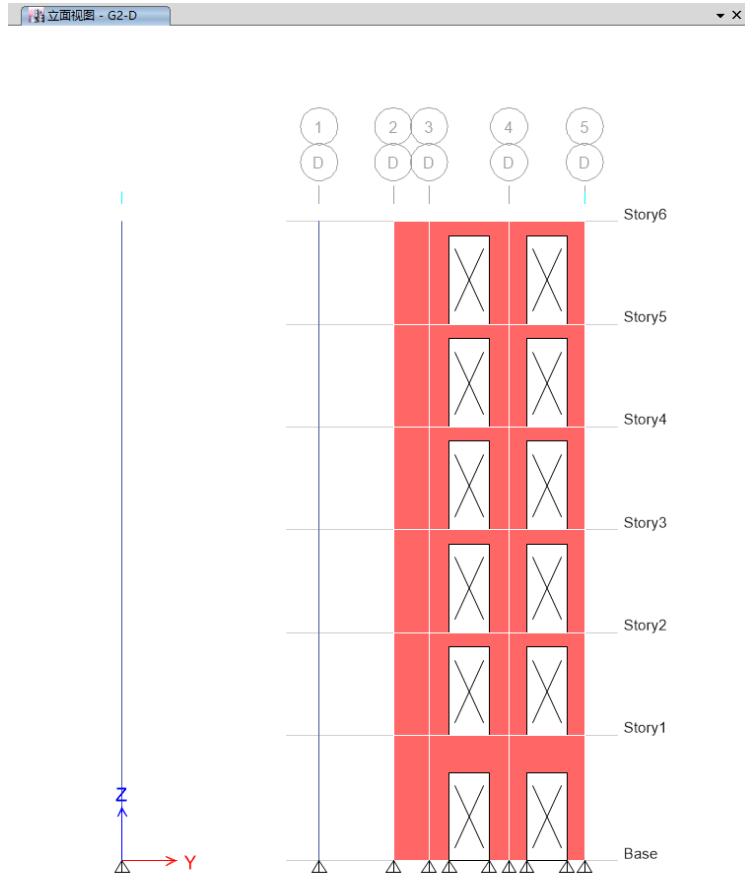

图 4-18 剪力墙开洞效果
- 6) 在立面视图中分别点击轴线 4 和轴线 5 之间的剪力墙完成剪力墙开洞, 开洞后的剪力墙效果如图 4-18 所示。